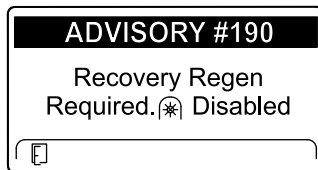

Figura 55
- Recovery regen required (Es necesaria una regeneración de recuperación) ADVISORY #190 (Aviso n.º 190) (Figura 55)